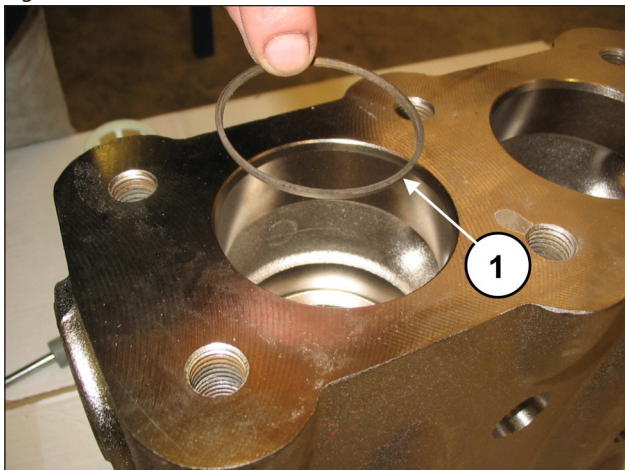

Fig. 111
Inserire l'anello antiestrusione, pos. esplosivo n. 5 (pos. ①, Fig. 111).